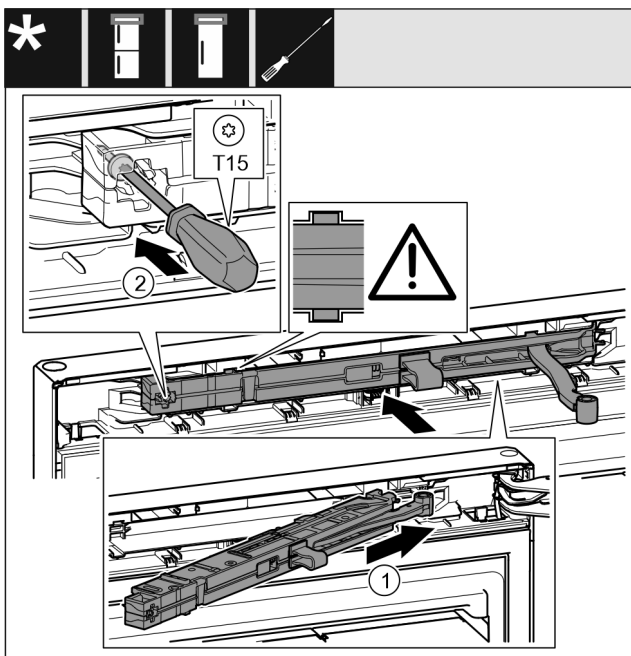

Fig. 25
- ▶ Вставьте узел амортизатора в выемку со стороны опорного кронштейна под наклоном до упора. Fig. 25 (1)
- ▶ Затяните винт отверткой T15. Fig. 25 (2)